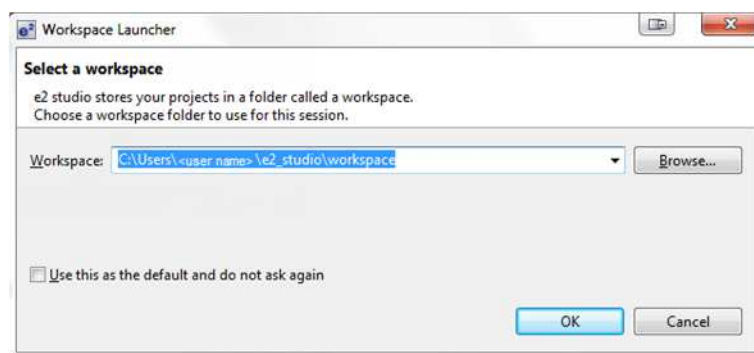

図 2.1 Workspace Launcher ダイアログボックス
- A. e²studio 起動が終わると、図 2.1 に示すように Workspace Launcher ダイアログボックスが開きます。ダイアログボックスが開いていない場合は、ボックスを閉めた可能性があります。その場合は、任意のプロジェクトを開いて、ステップ D へ進みます。次の手順に続けてください。